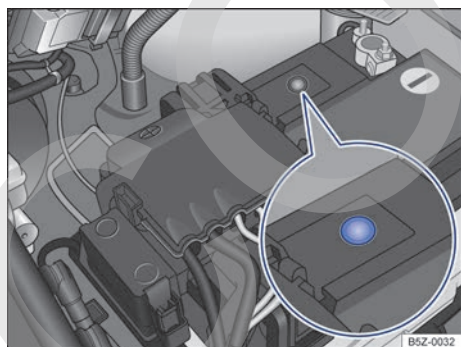

Fig. 132 En el compartimento del motor: ejemplo de posición del visor en lado superior de la batería del vehículo.
- El visor redondo → fig. 132 en la parte superior de la batería del vehículo cambia de color dependiendo del nivel del electrolito.